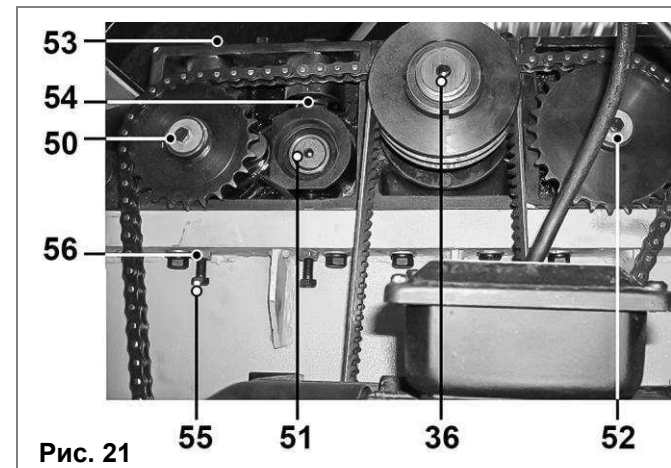
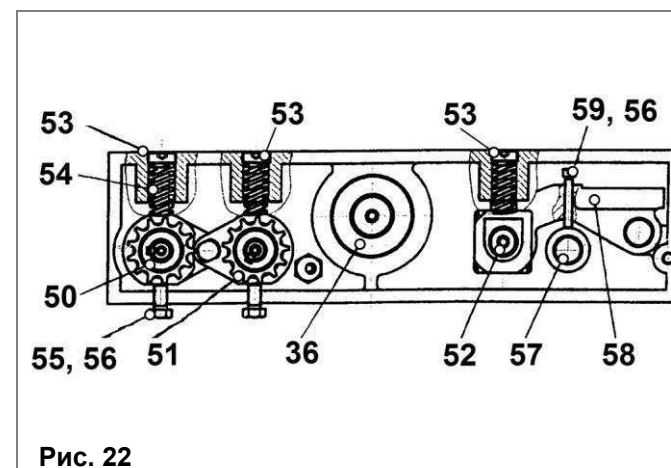

Рис. 21
Рис. 22
10.7.7. Для предварительной обработки заготовки, когда требуется глубина строгания 8 мм, отрегулируйте узел подающего ролика (52) винтами (59) (Рис. 22). Поверните винт (59) по часовой стрелке, отрегулируйте глубину строгания 8 мм.
10.7. Регулировка прижатия заготовки и положения узлов подающего и приемных роликов (Рис. 21, 21а, 22)
10.7.1. Регулировки узлов подающего ролика (52) и
приемных роликов (50, 51) произведены перед отгрузкой станка, но если при транспортировке они были нарушены, отрегулируйте их, как показано на Рис. 21 – 22. Поверните винт (53) против часовой стрелки, когда требуется увеличить силу прижатия ролика пружиной (54). Поверните винт (53) по часовой стрелке, когда требуется уменьшить силу прижатия ролика пружиной (54).
10.7.3. Отрегулируйте высоту узла подающего ролика (52) и узлов приемных роликов (50, 51). Эти регулировки выполнены на заводе-изготовителе перед отгрузкой, но после продолжительного использования ролики могут оказаться на разной высоте. В этом случае требуется регулировка высоты (Рис. 21, 21 а, 21 б, 22).
Из твердой породы древесины изготовьте опорный брусок (68) в соответствии с эскизом, Рис.22 а (размеры для справок). Отрегулируйте высоту подающего (52) и приемных роликов (50, 51) по высоте опорного бруска (Рис. 22 а).
10.7.4. Отключите питание станка, установите опорный брусок (68) (Рис. 22 б) на столе (8) под ножом (37) рабочего вала (36). На верхнюю часть бруска (68) положите металлическую пластину (69) толщиной 1 мм, аккуратно поднимите рабочий стол (8) до касания с ножом (37) в самом крайнем нижнем положении (Рис 22 б). Снимите с опорного бруска пластину (69), установите опорный брусок под приемным роликом (50) или (51), не меняя высоту рабочего стола (8), отрегулируйте с обеих сторон высоту роликов до касания с бруском (68).
10.7.5. Ослабьте стопорные гайки (56), отрегулируйте высоту болтами (55) под узлами приемных роликов (50, 51) (Рис. 21). При повороте болта (55) по часовой стрелке поднимается узел приемного ролика (50, 51). При повороте болта (55) против часовой стрелки опускается узел приемного ролика (50, 51). Отрегулируйте высоту узлов приемных роликов (50, 51) с двух сторон с помощью опорного бруска (68). Высота приемных роликов (50, 52) будет на 1 мм ниже ножей (37) строгального вала (36). После регулировки зафиксируйте положение, затянув стопорные гайки (56). Уберите опорный брусок (68) (Рис. 22 б).
10.7.6. Подающий ролик (52) регулируется аналогично. Ослабьте стопорные гайки (56) узла подающего ролика (52) (Рис. 21а, 22), поверните с обеих сторон винты (59) узла подающего ролика (52). При повороте винта (59) против часовой стрелки узел подающего ролика (52) опускается вниз, а по часовой стрелке – поднимается вверх. При опускании вниз подающий ролик (52) будет сильнее прижимать заготовку. Высота должна быть на 1 мм ниже строгального вала (36) (как показано на Рис. 22-23). После регулировки зафиксируйте положение, затянув стопорные гайки (56). Уберите опорный брусок (68) (Рис.22 б).
Рис. 21а
Рис. 22а
Рис. 22б